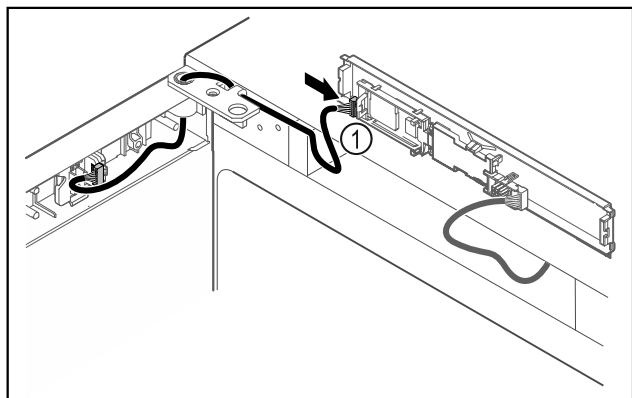

Fig. 49
- ▶ Sett pluggen Fig. 49 (1) inn i kretskortet.